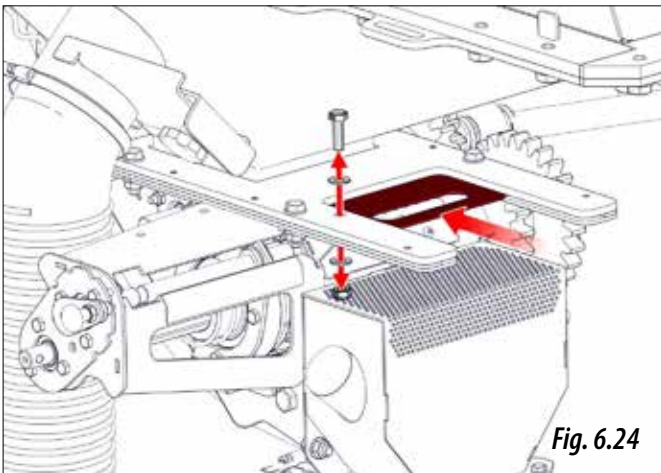

Fig. 6.24
- 1- Cerrar la puerta de guillotina (Fig. 6.24).